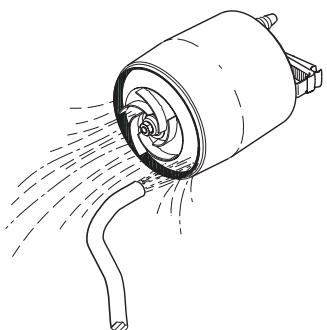

Fig. 9
- Limpie la bomba con abundante agua para eliminar posibles impurezas entre el motor y la carcasa externa. Limpie el impulsor, ver fig. 9.